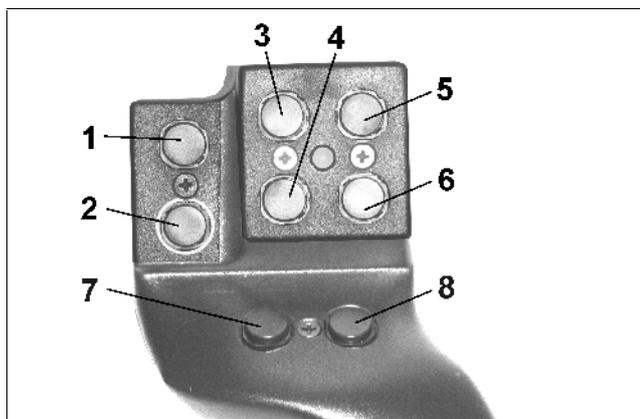
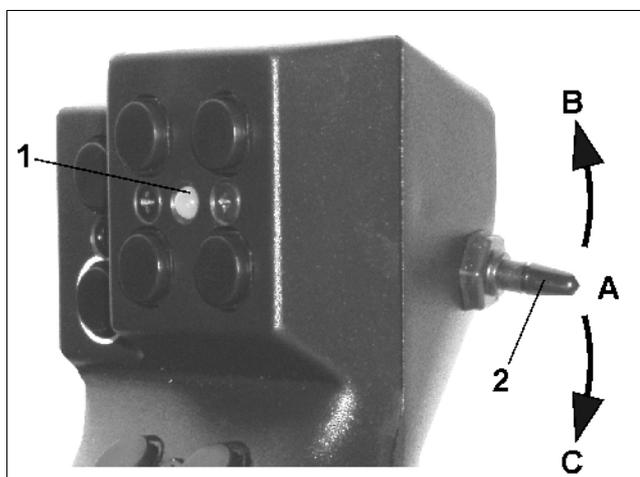

Fig. 69
Fig. 70
Pour commander l'**AMATRON⁺** la poignée multifonctions (Fig. 69) dispose de 8 touches (1 - 8). En outre, le commutateur (Fig. 70/2) permet de changer 3 fois la fonction des touches.
- la position centrale (Fig. 70/A) et peut être déplacé vers
- le haut (Fig. 70/B) ou
- le bas (Fig. 70/C).
La position du commutateur est affichée par une diode lumineuse (Fig. 70/1).